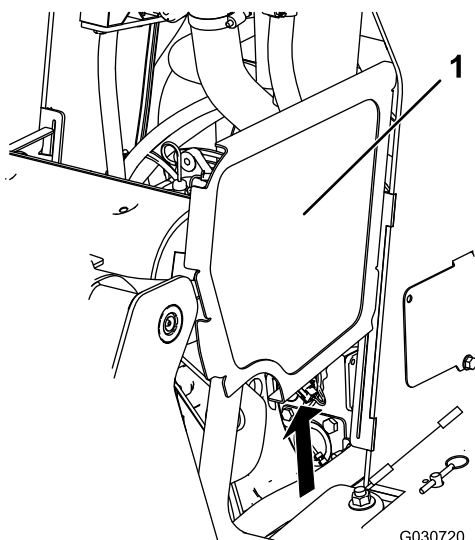

図 37
2. サイドスクリーンを上スライドさせて図 37 前スクリーンとフレームのスロットから外す。